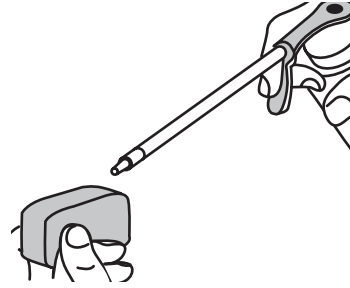

Fig. 25
- Aplique suficiente aceite limpio de motor SAE 30 para recubrir ligeramente el filtro (Fig. 25).